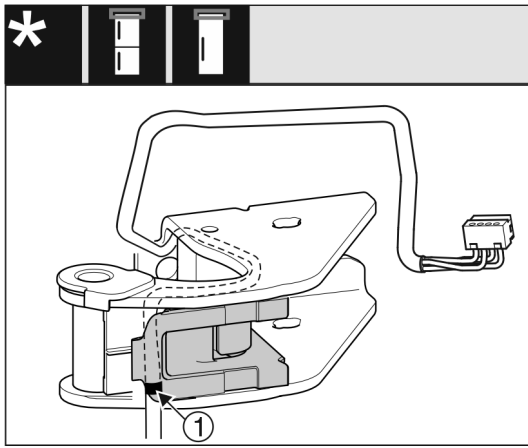

Fig. 19
- ▶ Marcajul central trebuie să se afle pe marginea suportului de cablu Fig. 19 (1).